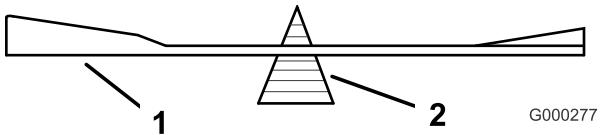
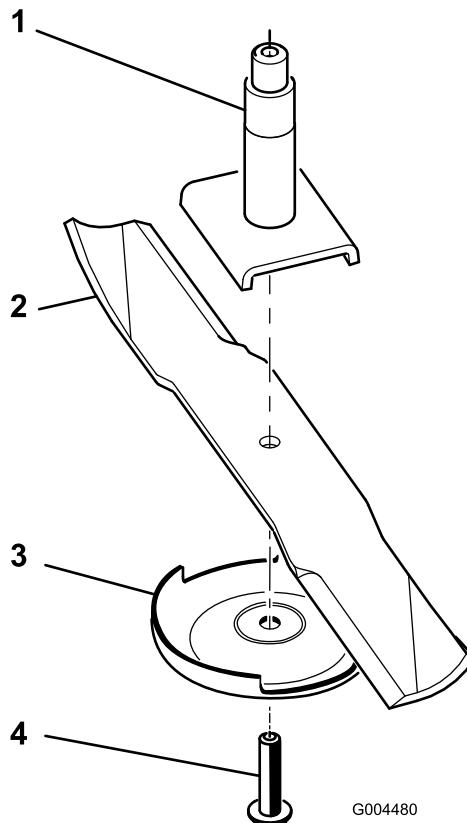

Figura 76
Figura 77
2. Retire a caviga da lâmina, a placa anti-dano e a lâmina do eixo (Figura 77).
2. Verifique o equilíbrio da lâmina colocando-a num equilibrador de lâminas (Figura 76). Se a lâmina ficar na horizontal é porque está equilibrada e pode ser utilizada. Se a lâmina não estiver equilibrada, lime algum metal da extremidade da aba apenas (Figura 77). Repita este procedimento até a lâmina estar equilibrada.
1. Instale a lâmina no veio (Figura 77).
2. Instale a placa anti-danos e o parafuso da placa (Figura 77).